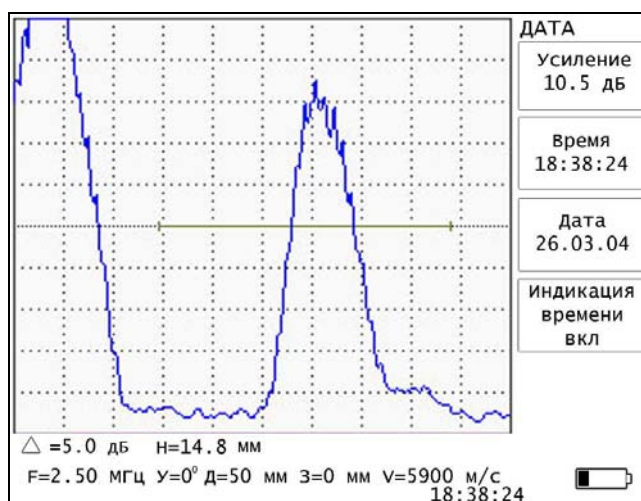

Рис. 5.15.
5.5.9. Меню «**ДАТА**» содержит следующие параметры (рис. 5.15)